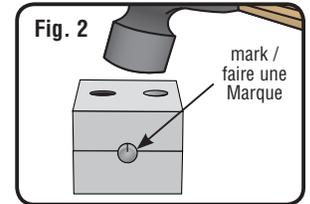

Fig. 2
4. Place Shaper on a solid surface. Hold in place and strike top of tool firmly with a hammer 4-5 times (**Fig. 2**). Rotate axle so mark is in 4 o'clock position and strike an additional 4-5 times. Repeat once more with mark in the 8 o'clock position.
4. Placer former sur une surface solide. Faire tenir à l'endroit souhaité et frapper la partie supérieure de l'outil fermement avec un marteau 4-5 reprises (**Fig. 2**). Tourner l'essieu jusqu'à ce que le marque se trouve en position 4 heures et une grève supplémentaires 4-5 reprises. Répéter une fois de plus avec le marque de la position 8 heures.